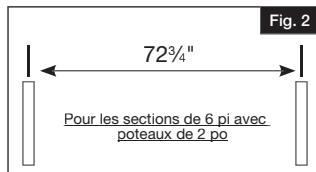

Fig. 2
- Dans le cas de sections de 6 pi avec poteaux de 2 po, mesurer une distance de $72\frac{3}{4}$ po à partir du centre d'une extrémité, et marquer l'emplacement à l'aide d'un pieu (Fig. 2).